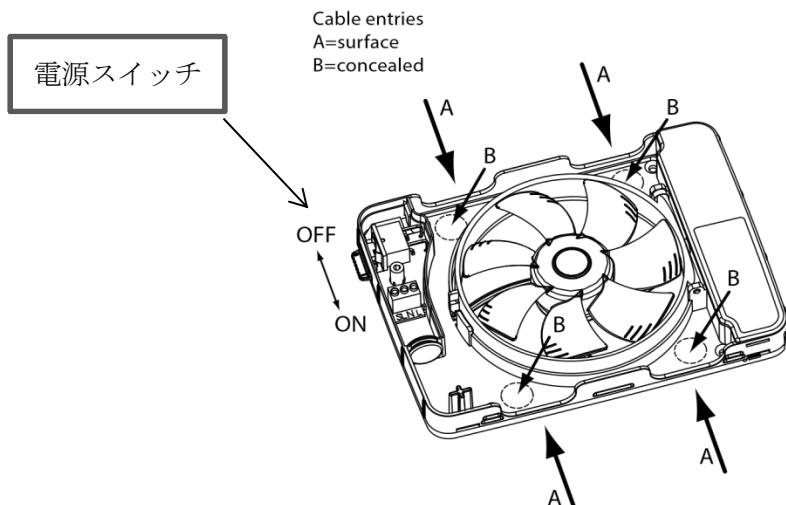

図 3-1
- ① 本体左上にある電源スイッチを必ずオフにしてください。
- ② 配線は、図 3-1 の A から通すか、または B から通すことが可能です。配線には付属の絶縁チューブをご利用ください。
- ③ B はドライバー等で内側から裏に向けて穴を開けることが可能です。